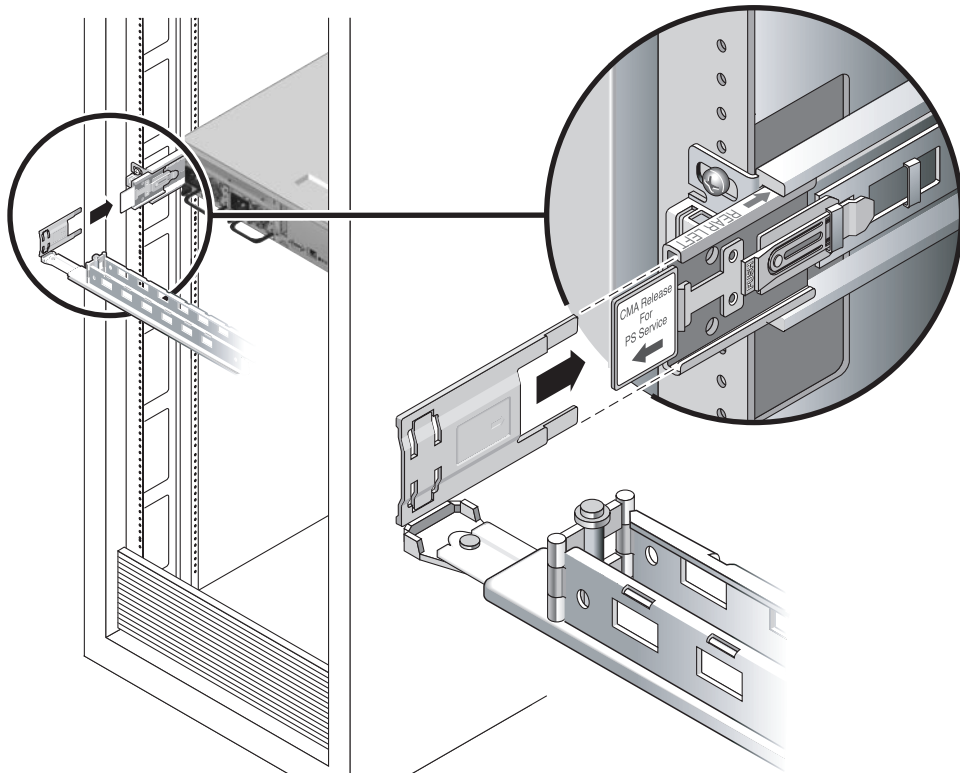

FIGURA 2-11 Montaggio del lato sinistro della guida
- 4. Inserire il connettore incernierato in plastica situato sul lato sinistro del braccio per la gestione dei cavi nell'estensione del binario (FIGURA 2-11).**